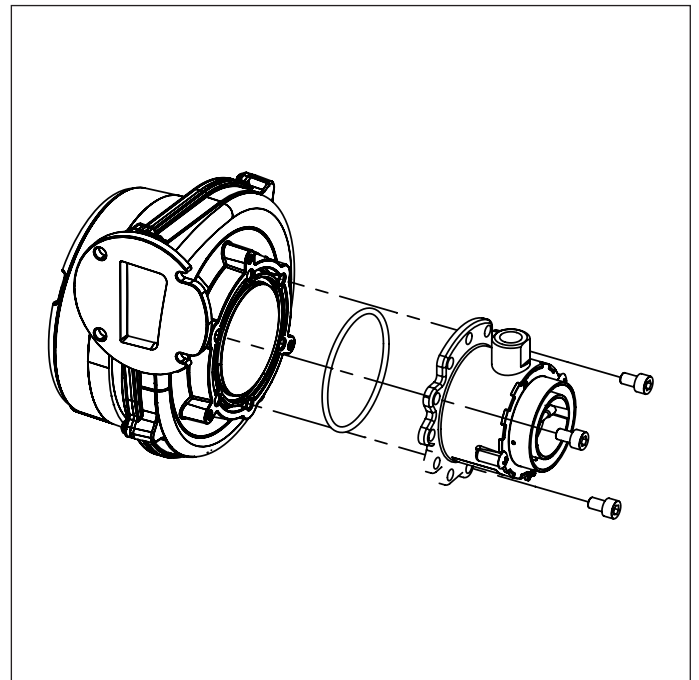

Fig. 37 Miscelatore
- Rimuovere il miscelatore svitando le tre viti a brugola (vedi Fig. 37 Miscelatore).